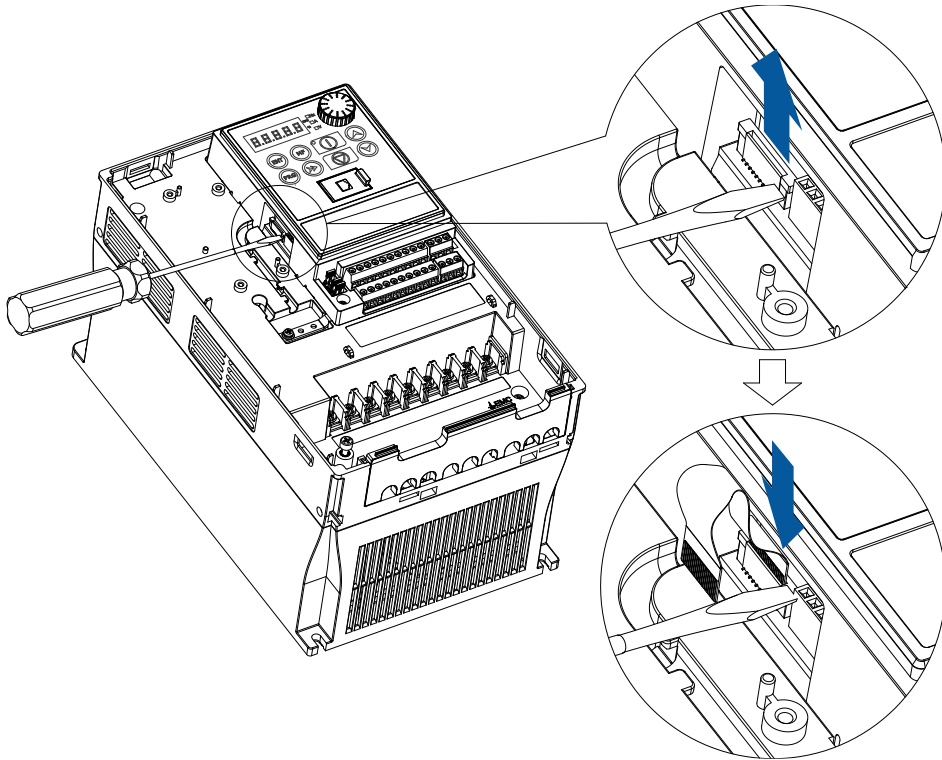

图 2-1 FPC 安装示意图
1) FPC 在控制板上的安装：如图 2-1 所示，用工具（一字批或镊子）轻轻抬起控制板上的 FPC 插座锁扣，插入 FPC，再用工具压紧锁扣。注意：FPC 斑马条方向朝向外侧，与 FPC 插座接触方向相匹配。